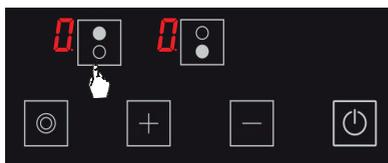

Abbildung 9
2. Drücken Sie ein Mal die entsprechende Kochzonen-Auswahltaste. Das **0** Symbol wird angezeigt, wenn Sie sie zum ersten Mal berühren. (Siehe Abb. 9)